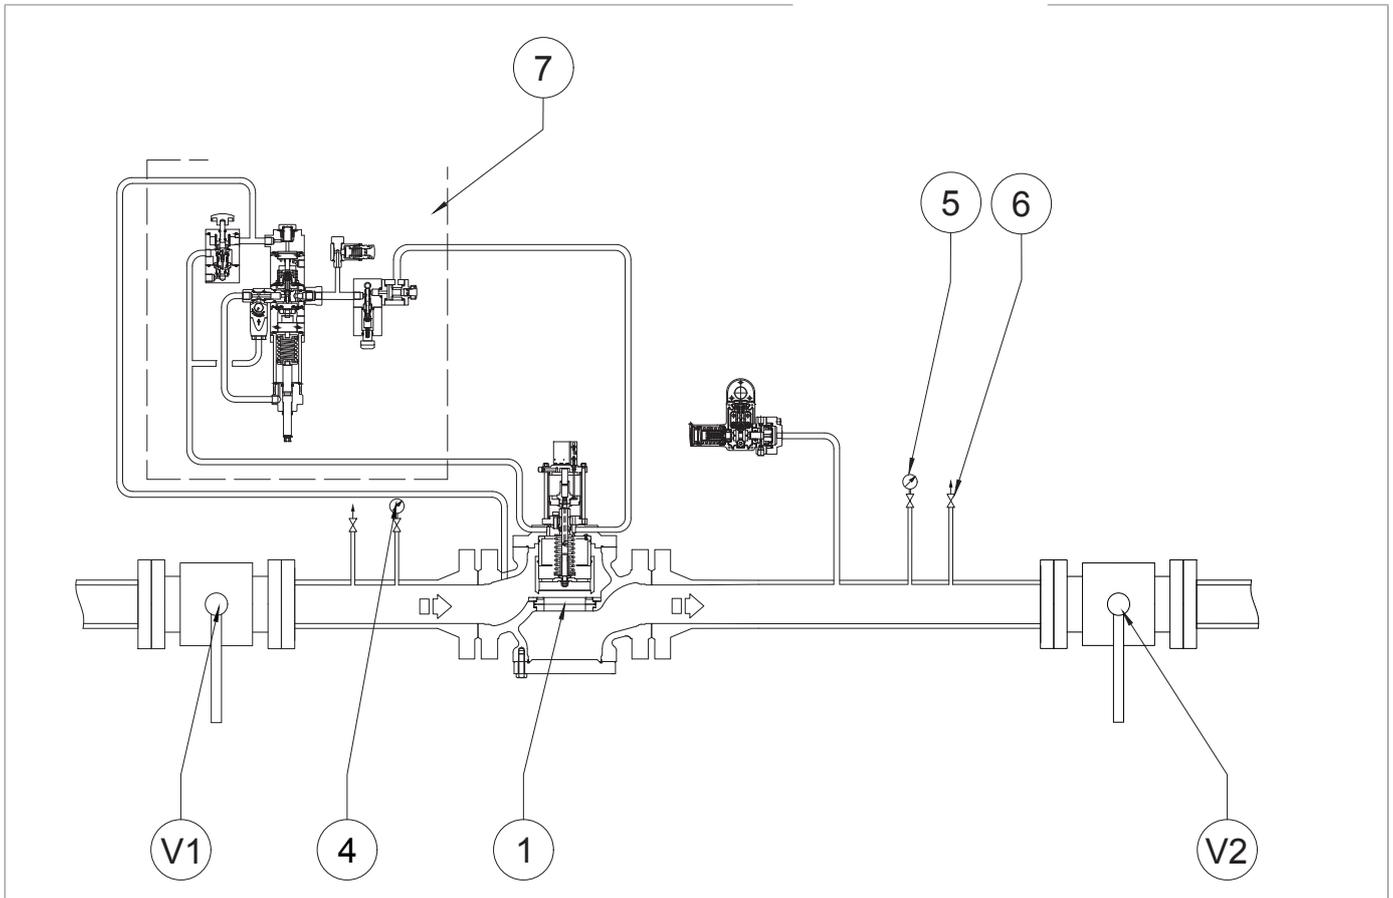

Abb. 8.11. Dichtheit bei Schließen des Sicherheitsabsperrentils HBC 975
1	<p>Erhöhen Sie den Nachdruck bis zum Auslösewert des Sicherheitsabsperrventils durch Betätigung des Hauptreglers, um die korrekte Einstellung zu überprüfen.</p> <p>! HINWEIS!</p> <p>Prüfen Sie den Druck mithilfe des Manometers (Abb. 8.11, Nr. 5), das sich hinter dem Hauptregler befindet.</p> <p>Wenn das Sicherheitsabsperrventil:</p> <ul style="list-style-type: none"> • vor dem eingestellten Druckwert auslöst: den Einstellring (13) im Uhrzeigersinn anziehen, um die Feder (11) stärker zusammenzudrücken; • bei dem eingestellten Druckwert nicht auslöst: den Einstellring (13) lösen (gegen den Uhrzeigersinn), um die Feder (11) zu entspannen.
2	Verringern Sie den Druck im nachgelagerten Abschnitt, indem Sie den Entlüfter öffnen (Abb. 8.11, Nr. 6), um ihn auf den Einstellwert des Hauptreglers zu bringen.
3	Schließen Sie den Entlüfter (Abb. 8.11, Nr. 6).
1	Öffnen Sie den Entlüfter (Abb. 8.11, Nr. 6) in die Atmosphäre und halten sie ihn für die nächsten Schritte offen.
2	<p>Senken Sie den Nachdruck auf den minimalen Druck zur Auslösung der Sperre, indem Sie den Hauptregler betätigen.</p> <div style="border: 1px solid blue; padding: 5px;"> <p> HINWEIS!</p> <p>Prüfen Sie den Druck mithilfe des nachgeschalteten Manometers (Abb. 8.11 Nr. 5). Wenn das Sicherheitsabsperrentil:</p> <ul style="list-style-type: none"> • vor dem eingestellten Druckwert auslöst: den Einstellring (15) lösen (gegen den Uhrzeigersinn), um die Feder (17) zu entspannen; • bei dem eingestellten Druckwert nicht auslöst: den Einstellring (15) im Uhrzeigersinn anziehen, um die Feder (17) stärker zusammenzudrücken. </div>
5	Öffnen Sie den Entlüfter wieder (Abb. 8.11, Nr. 6).
10	Schließen Sie den Entlüfter (Abb. 8.11, Nr. 6).